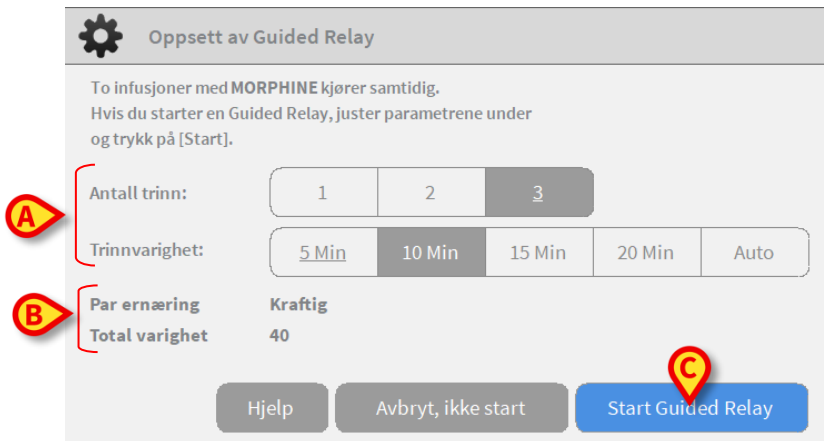

Fig. 107
Vinduet «Oppsett av Guided Relay» åpnes (Fig. 107).
- Velg **Antall trinn** og **Trinnvarighet** (Fig. 107 A).
Dette valget bestemmer pasientkategorien og den totale prosessvarigheten (Fig. 107 B).
- Klikk **Start Guided Relay** i dette vinduet (Fig. 107 C) for å starte prosessen.